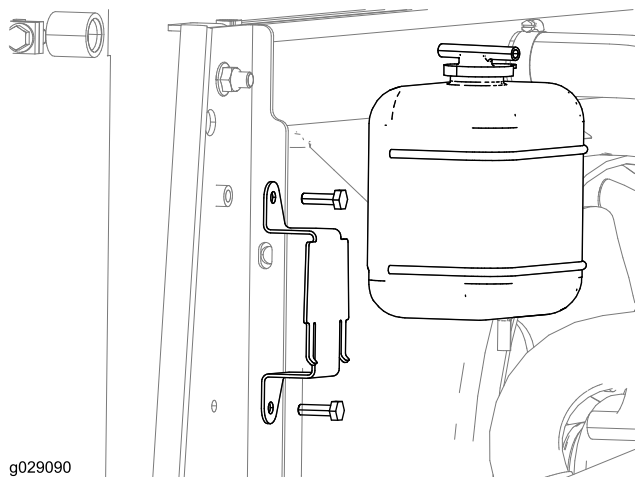

Figure 3
5. Déposez le réservoir de trop-plein de radiateur et le support de la machine, comme montré à la Figure 3.